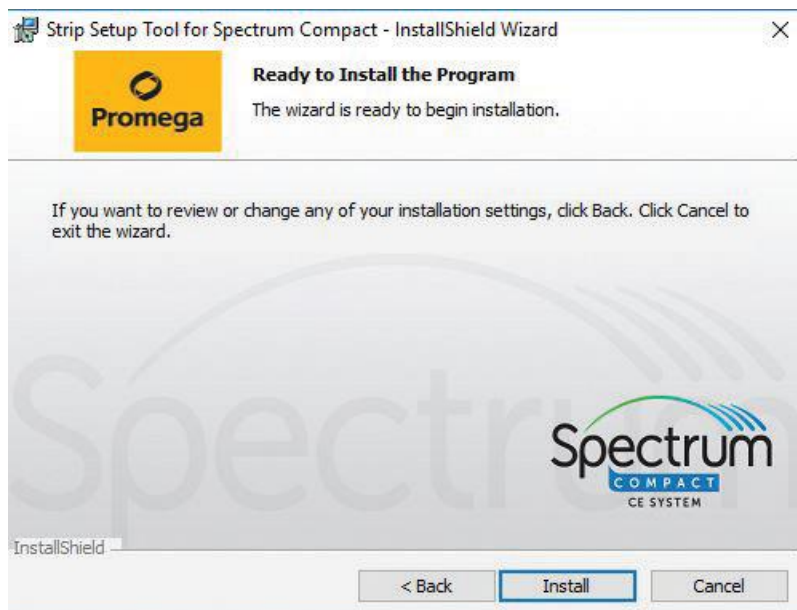

図 188 Ready to Install the Program Window 画面
4. 「Ready to Install the Program」のウィンドウが表示されるので、**Install** を選択してください。(図 188)